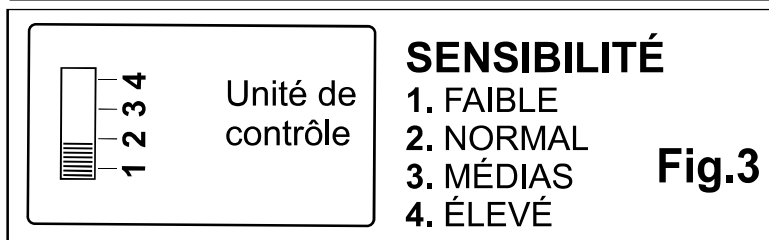

Fig.3
**NOTA:** Certains véhicules sont équipés d'un insert métallique (barre de protection) faisant face à la surface intérieure du pare-chocs. Lorsque cette surface métallique est trop proche de la surface intérieure du pare-chocs où vous avez placé le détecteur-antenne, le signal de distance peut être réduite. Cependant, la sensibilité peut être augmentée en changeant la position du «slide switch (voir Fig. 3).